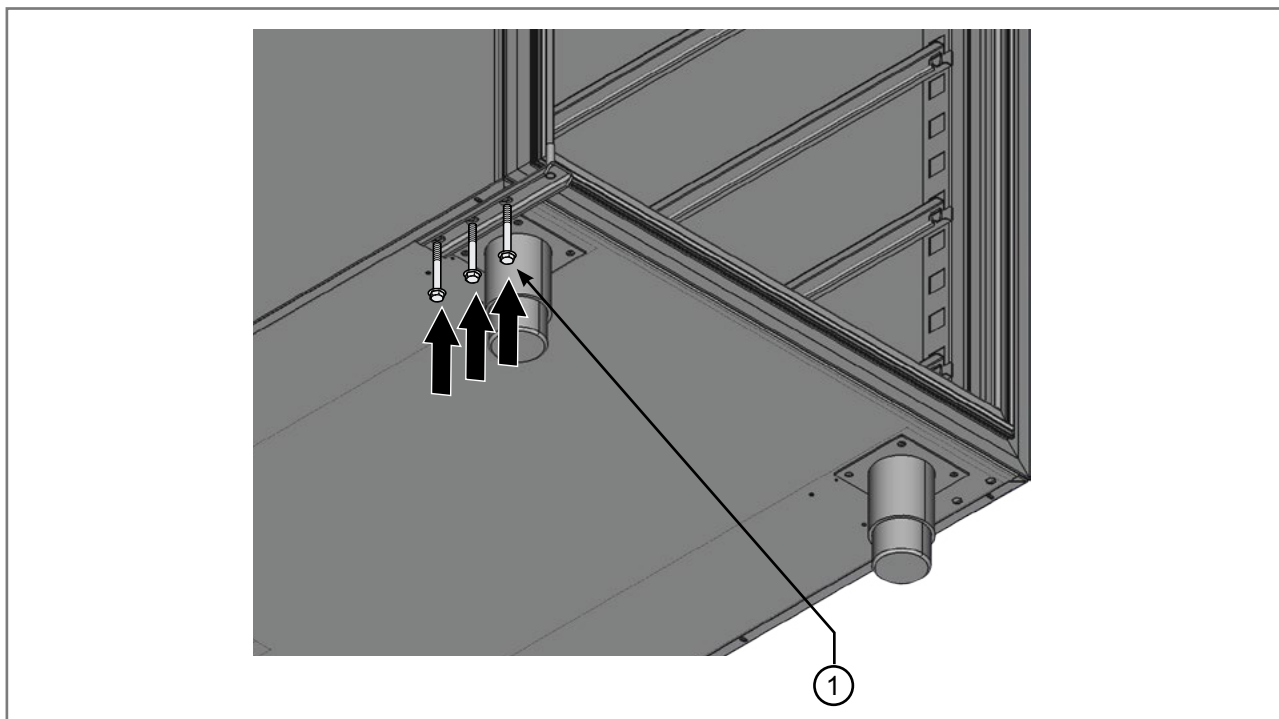

Abb. 3.24 - Schrauben der unteren Türangel
- Befestigen Sie die untere Türangel mit den 3 vorgesehenen Schrauben (1 – Abb. 3.24).